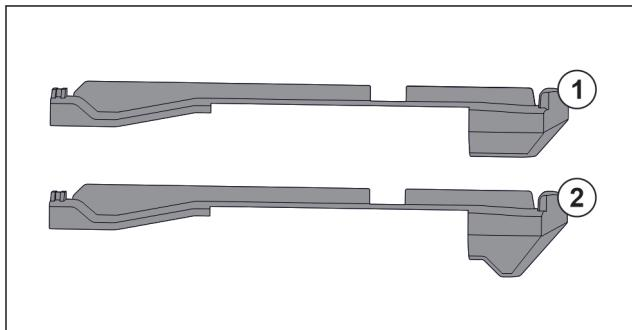

Fig. 147 Сравнение вставных частей
В устройстве находятся две разные вставные части. Вставная часть над самым нижним выдвижным ящиком Fig. 147 (2) имеет треугольную кромку. Все прочие вставные части Fig. 147 (1) имеют прямую кромку.
- Установите вставную часть Fig. 147 (2) с треугольной кромкой над самым нижним выдвижным ящиком.
- Установите вставную часть Fig. 147 (1) с прямой кромкой на все прочие места.